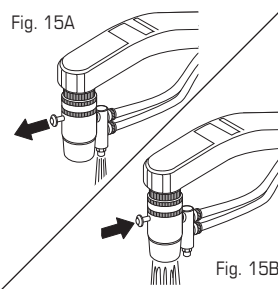

Fig. 15B
- Perno **insertado**; agua sin tratar (Fig. 15B).